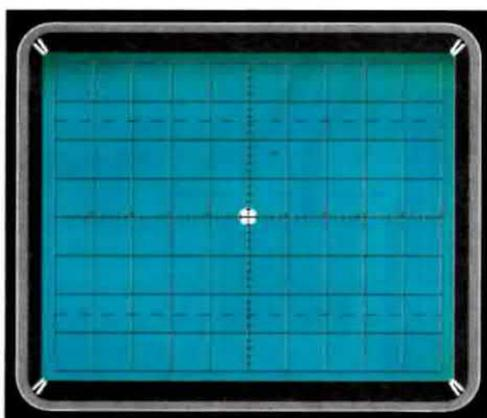

Fig.5 Quando avrete attivato la funzione X-Y, sullo schermo dell'oscilloscopio non apparirà più una "linea" orizzontale ma solo un "punto" molto luminoso.
**Nota:** vi accorgete subito che l'oscilloscopio è posto in configurazione X-Y perchè al centro dello schermo, in sostituzione della traccia orizzontale, compare un puntino molto luminoso (vedi fig.5).
Fig.6 Ottenuto il "punto" di fig.5, ruotate le due manopole CH1-CH2 sulla posizione 0.2 Volts/Div., poi spostate le levette dei deviatori AC-GND-DC sulla posizione DC.